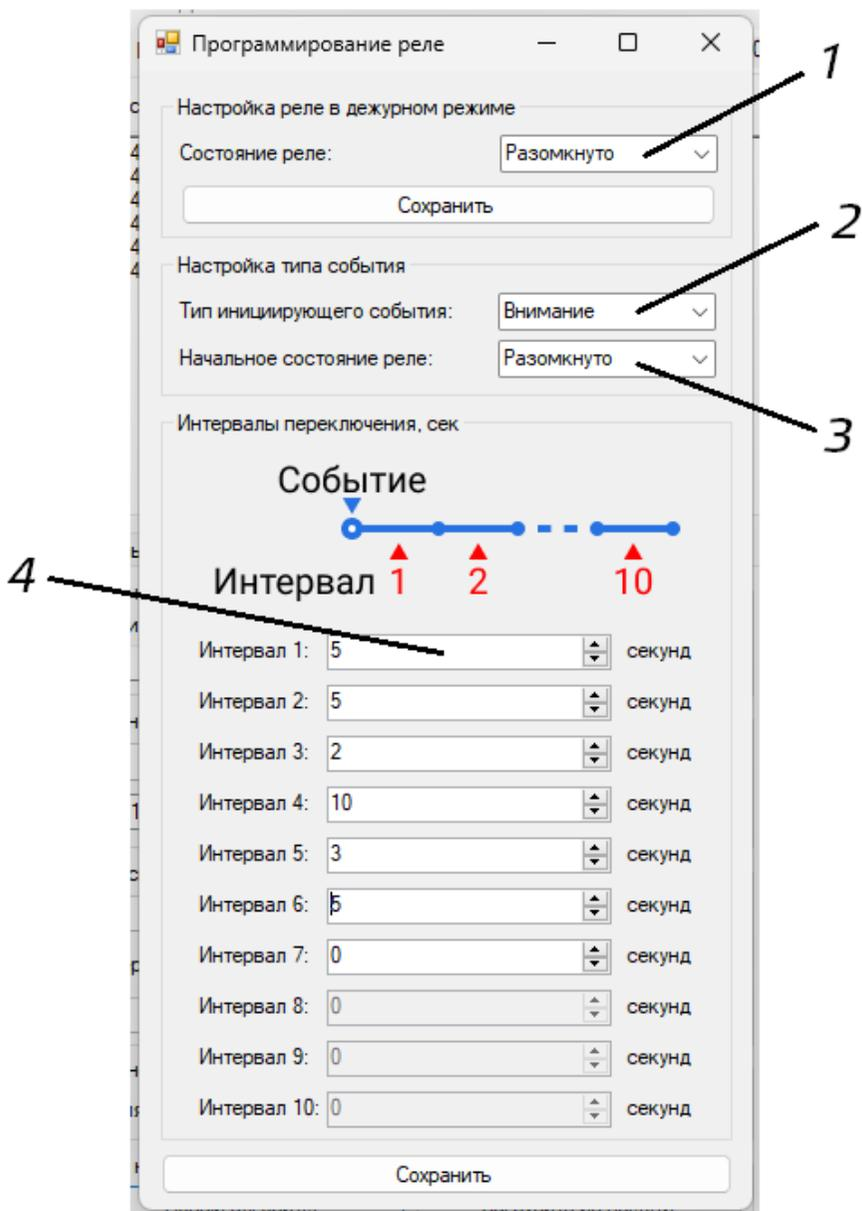

Рисунок 6.8. Внешний вид окна программирования реле.
Настройка происходит путем создания сценария (см. рисунок 6.8).
В верхней части окна программирования реле (поз. 1 рис. 6.8) можно изменить нормальное (в дежурном режиме работы БУР исп. А) состояние реле. Значение по умолчанию – «Замкнуто».
1. Указать тип инициирующего события (поз. 2 рис. 6.8). Одновременно в памяти прибора могут быть записаны по 1 сценарию работы реле на каждый тип инициирующего события (Внимание, Пожар, Пуск – в порядке возрастания приоритета). Если во время работы алгоритма менее приоритетного события возникает более приоритетное событие, то выполняющийся алгоритм будет немедленно остановлен и заменен на алгоритм более приоритетного события.
2. Указать начальное состояние реле (поз. 3 рис. 6.8). В это состояние реле перейдет сразу после возникновения инициирующего события и будет находиться в нем в течение интервала №1.